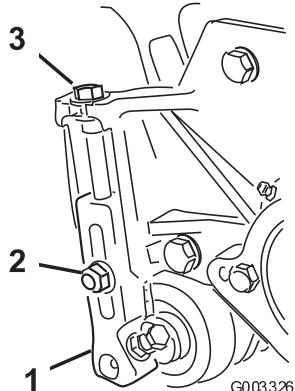

図 14
1. 刈り高アームをカッティングユニットのサイドプレートに固定しているロックナットをゆるめる（図14）。